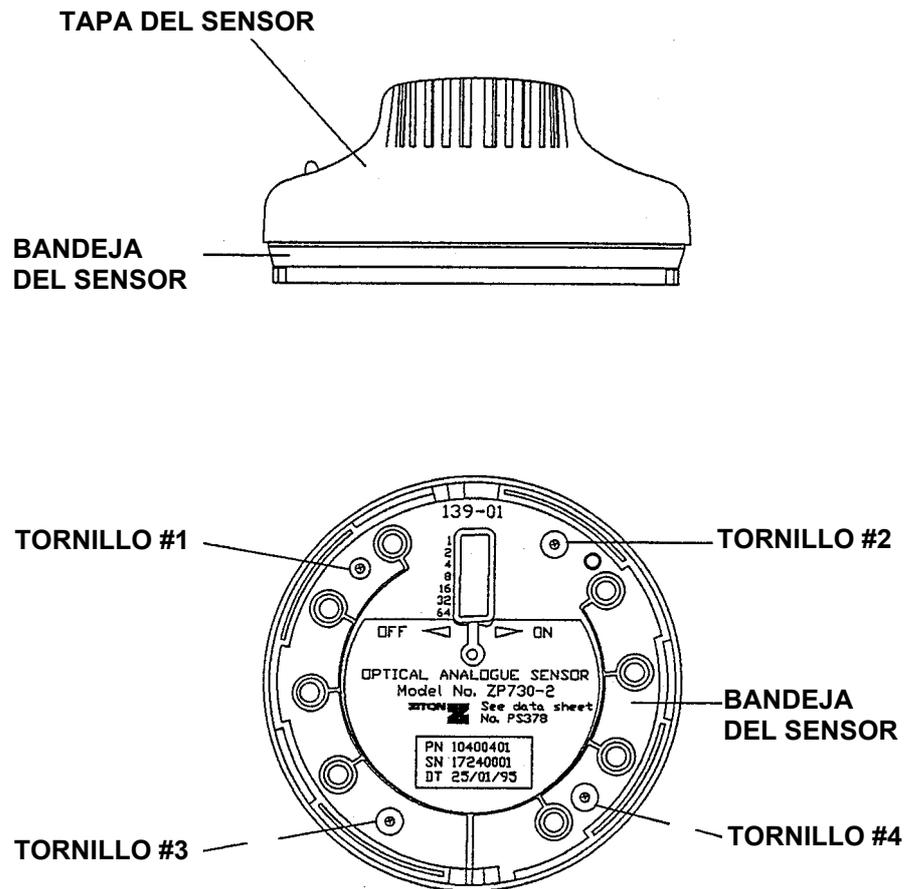

Imagen 5.4.1 ZP730 – Aspecto Externo
1. Quite los tornillos numerados del 1 al 4 en la imagen 5.4.1.